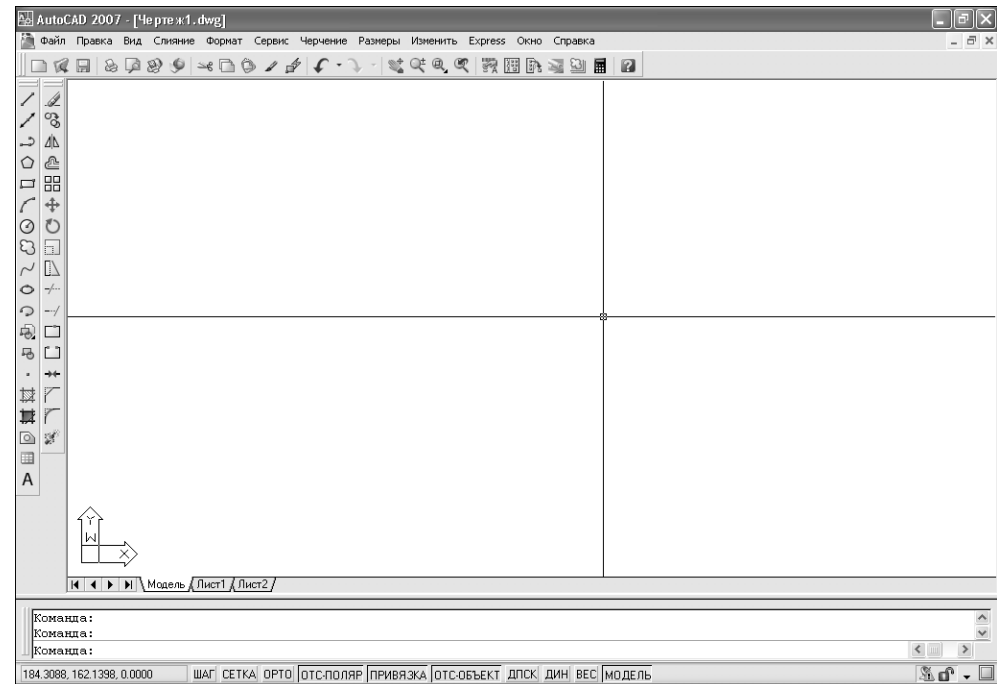

Рис. 1.16 ▼ Окно AutoCAD 2007 настроено для работы с данной книгой
Однако при обучении основам работы в AutoCAD все же лучше начинать с минимального набора инструментов, подключая дополнительные панели по мере необходимости. Поэтому здесь и далее автор будет считать, что вы оставили на экране лишь панель **Standard**, пристыкованную к верхней границе окна, а также панели **Черчение** (Draw) и **Изменить** (Modify), пристыкованные к левой границе окна, как показано на рис. 1.16.
Если вам удалось расположить панели **Черчение** (Draw) и **Изменить** (Modify), как показано на рис. 1.16, а также добиться соответствия расположения и настройки других элементов окна AutoCAD на вашем ПК расположению и настройке аналогичных элементов на рис. 1.16, можете переходить к изучению заключительных разделов этой главы. В противном случае вернитесь к началу главы и попробуйте разобраться в том, как решить соответствующую проблему, поскольку в последующих главах не будет уделяться такого внимания вопросам настройки интерфейса, исходя из того, что вы научились выполнять все операции, описанные в данной главе.
На этом вводная глава по интерфейсу AutoCAD закончена. Надеюсь, что вы настроили окно AutoCAD в соответствии с рис. 1.16, а также разобрались как в методах использования панелей инструментов, меню и командного окна, так и в методах использования для этого клавиатуры и мыши. Если вы собираетесь на этом завершить сеанс работы в AutoCAD, выберите команду **Файл** ⇒ **Закрыть** (File ⇒ Exit) или нажмите **Alt+F4** и выйдите из AutoCAD, не сохраняя текущего документа. В следующей главе вы изучите несколько команд черчения, с помощью которых можно создать простейший чертеж.
5. Убедитесь в том, что в левой части окна AutoCAD находятся панели инструментов **Черчение** (Draw) и **Изменить** (Modify), а в верхней – панель **Standard**, как было показано на рис. 1.16. При изложении дальнейшего материала будем считать, что окно AutoCAD имеет именно такой вид,